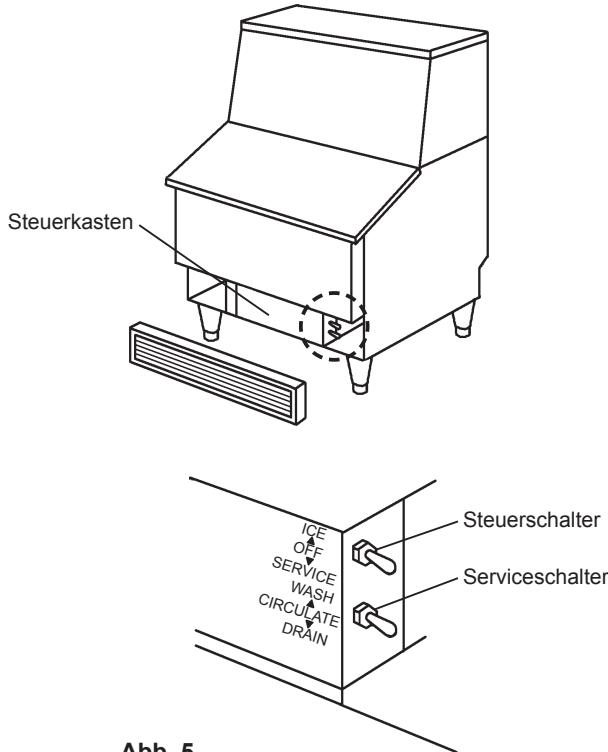

Abb. 5
- 2) Den Steuerschalter am Steuerkasten in die Position „OFF“ stellen. Siehe Abb. 5.